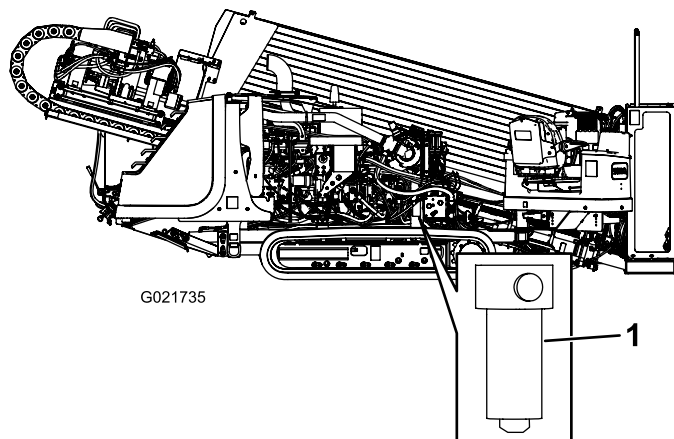

Рисунок 110
4. Снимите фильтр линии нагнетания гидравлической жидкости с помощью ключа для фильтров (Рисунок 110).